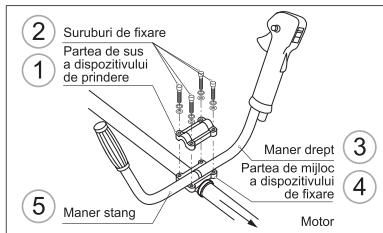

fig. 2
1. 1. Scoateți partea de sus a dispozitivului de prindere a mânerelor (1, fig. 2), deșurubând cele 4 șuruburi 2 (fig. 2). Montați mânerele de lucru (3 și 5, fig. 2). Mânerul drept (3, fig. 2) este dotat cu dispozitive de control al motorului, clapeta mânerului drept trebuie să fie îndreptată spre reductor.